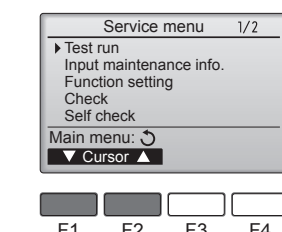

Fig. 8-1
- 1 Selecione "Test run" (Testar função.) no menu Service (Assistência) e, em seguida, prima o botão [OK]. (Fig. 8-1)